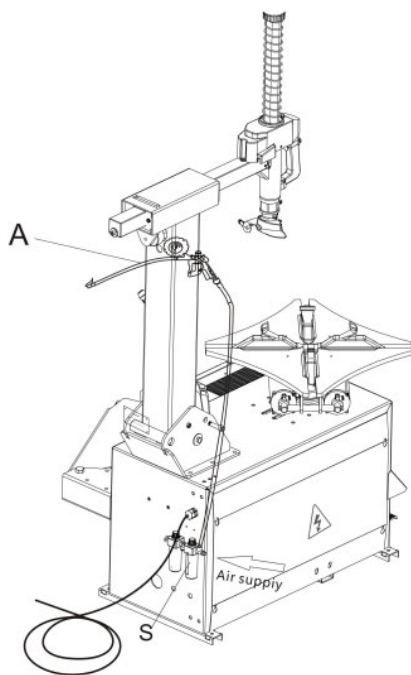

Abb.12
- Luftanschluss: Schließen Sie die Aufpump-Pistole A an die Kupplung an, die sich oben am Luftfilter S befindet (Abb.12).
- Schließen Sie die Druckluftversorgung an die Kupplung zwischen dem Öler und dem Luftfilter S an (wie in Abb.12, Richtung des Pfeils).